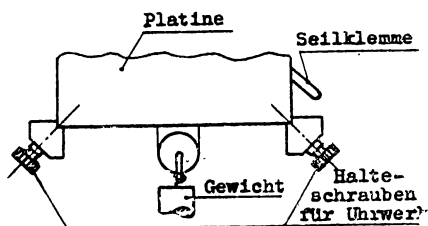

Abb. 3
- 9) Gewichte einhängen und die - nur für den Transport - auf der Seiltrommel befindliche Klemme abnehmen (siehe Abbildung 3). Ebenso wird der Aluminiumbügel, der die rückwärts am Werk befindliche Relaispule beim Transport festhält, durch Herausschrauben der Holzschraube abgenommen.
- d) Die beiden Schrauben, mit welchen das Uhrwerk am Bock befestigt ist, herauserschrauben (Abb. 3). Vorher Sicherungsmuttern entfernen.